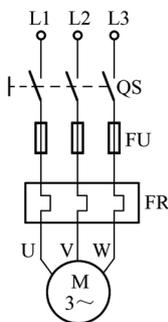
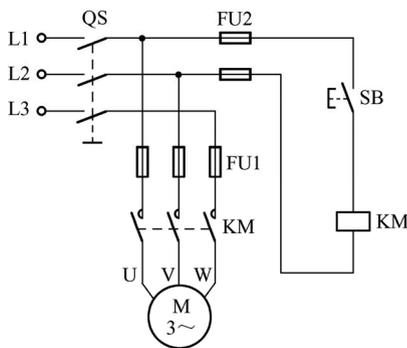
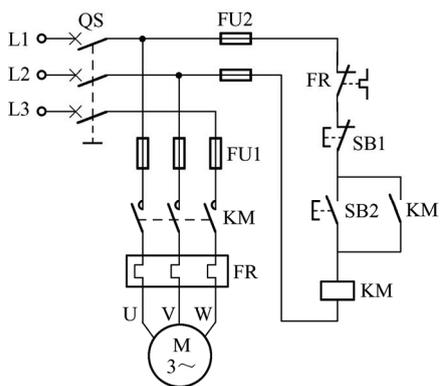

图 1.16 三相异步电动机的手动控制电路
图 1.17 三相异步电动机的点动控制电路
图 1.18 连续运转控制电路
手动控制就是通过刀开关把电动机直接接入电网，加上额定电压。手动控制主要用来不频繁地接通与分断小型电动机，它是三相异步电动机最简单的控制方法。对于大中容量的电动机，一般需要用接触器、继电器来控制。如图 1.16 所示。
点动控制就是按下启动按钮时，电动机得电启动，松开按钮时，电动机失电停转。点动控制多用于机床刀架、横梁、立柱等快速移动和机床对刀等场合，是机床中常用的电路。电路原理图如图 1.17 所示。
连续控制多用于控制电动机长期连续运行，适用于需要长时间单向运行的机械设备等场合。电路原理图如图 1.18 所示。
① 在控制板上合理布置电气元件。
② 按控制原理图 1.16、图 1.17、图 1.18 接好线路（电动机 Δ 形连接）。注意接线时，先接负载端再接电源端，先接主电路，后接辅助电路，接线顺序从上到下。
③ 通电之前，必须征得指导老师同意，并由指导老师接通三相电源，同时在场监护。
④ 学生闭合电源开关 QF 后，用验电笔检查熔断器出线端，氛管亮说明电源接通。
⑤ 直接启动控制时，合上电源刀开关 QS，观察电动机是否正常运行。
⑥ 点动控制时，按下启动按钮 SB，观察电动机是否正常运行。
⑦ 连续控制时，按下启动按钮 SB2，观察电动机是否正常运行，有无自锁，比较按下与松开 SB2 电动机和接触器的运行情况有无变化。
⑧ 实践完毕切断实践线路电源。
① 电动机使用的电源电压和绕组接法必须与铭牌上规定的相一致。
② 不要随意更改线路和带电触摸电气元件。
③ 电动机、刀开关及按钮的金属外壳必须可靠接地。